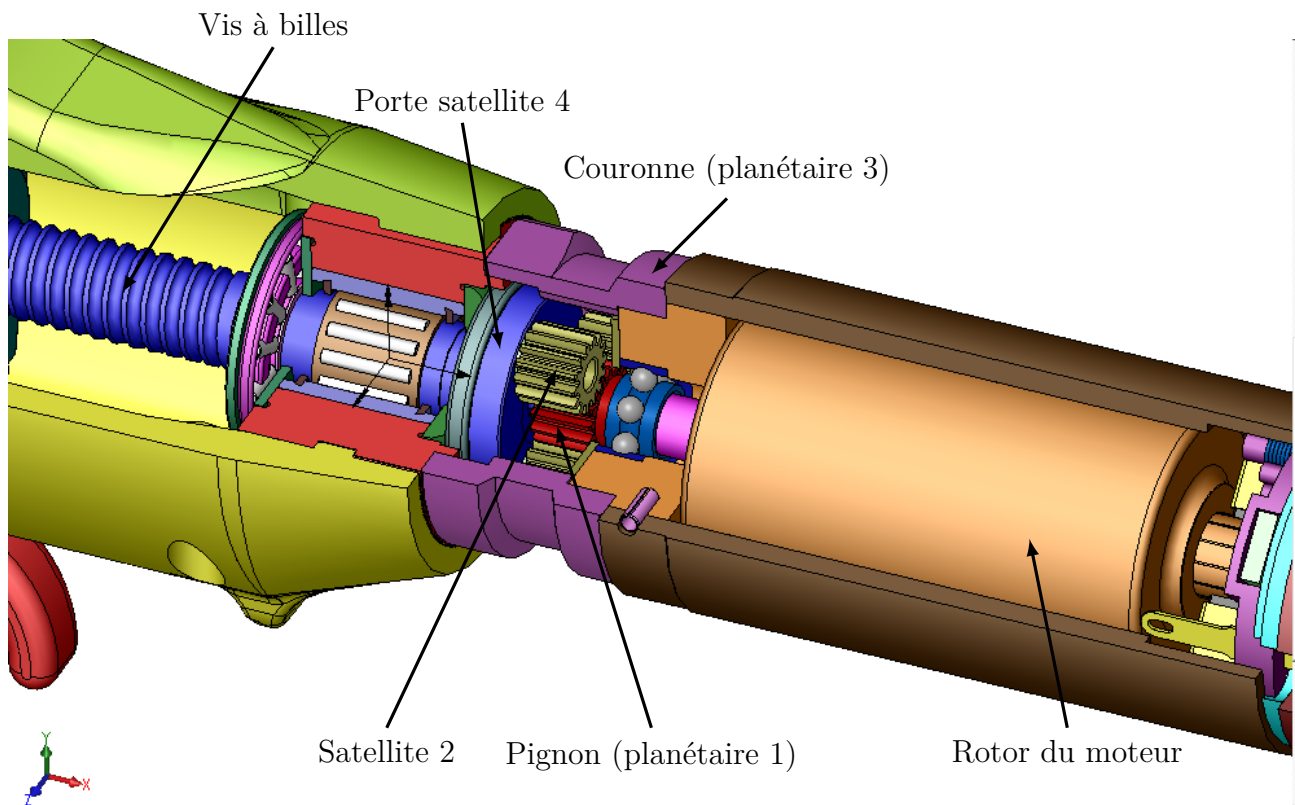

FIGURE 1 : Description du sécateur
*L'objectif de l'étude est de dimensionner le réducteur à train épicycloïdal. Celui-ci est constitué d'une couronne reliée au corps du sécateur, d'un porte-satellite lié à la vis, de plusieurs satellites et d'un planétaire lié au rotor du moteur (cf. FIGURE 1).*